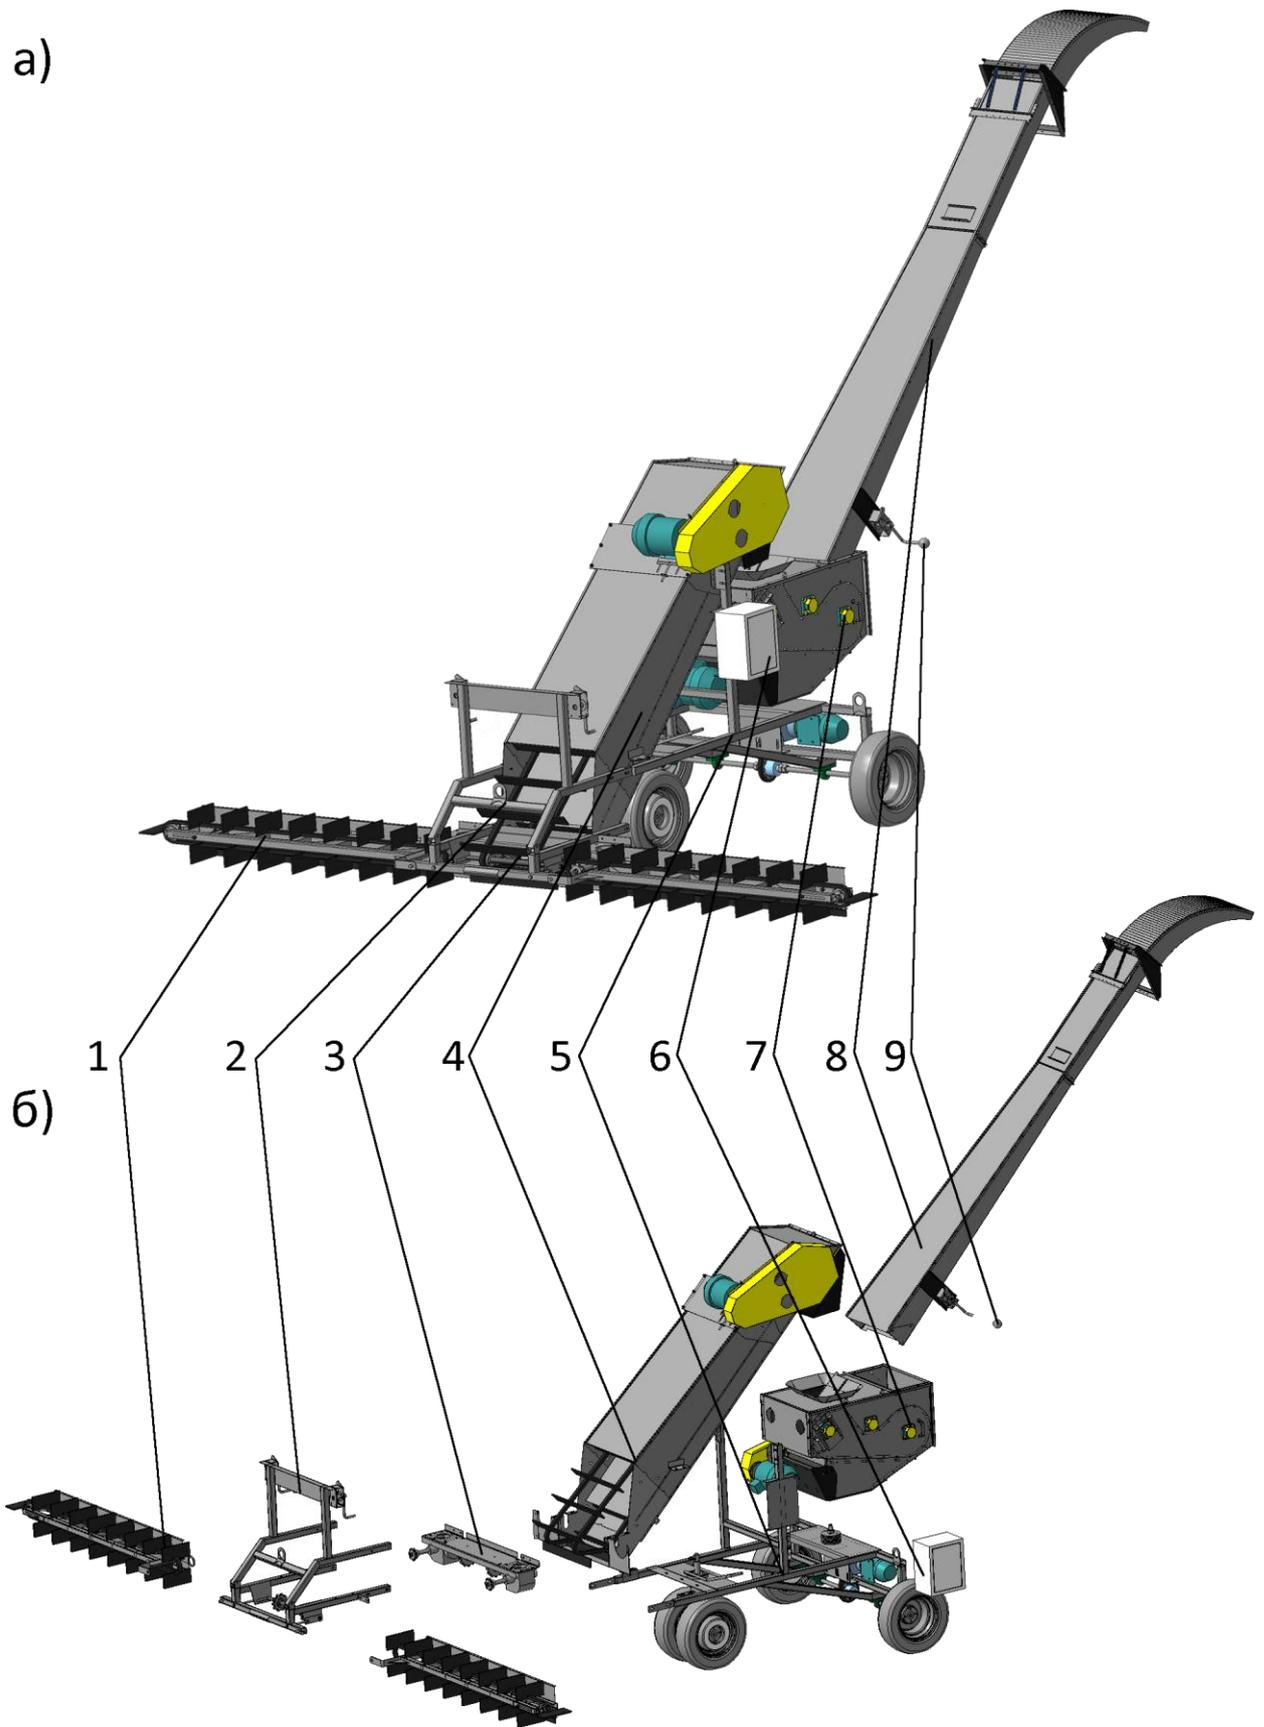

Рис. 1 – Погрузчик А-200М:
3.1.1. Компоновочная схема Погрузчика приведена на рис.1 стр 6 (стандартные изделия, в т.ч., метизы, скрепляющие отдельные модули Погрузчика, а также цепи приводные, цепи транспортеров, ремни и др., здесь и далее условно не показаны). На опорной раме 5 смонтированы основные компоненты: триммер поворотный 7 с выгрузным лотком, установленным под углом 45°; загрузочный короб 4 с расположенным внутри наклонным скребковым транспортером; к загрузочному коробу 4 в передней (по ходу движения) части смонтированы блок конических редукторов 3 и передняя рама 2; на раме 2 установлены поперечные питатели (скребковые транспортеры) 1 ; на раме 5 установлен блок (пульт) управления 6.